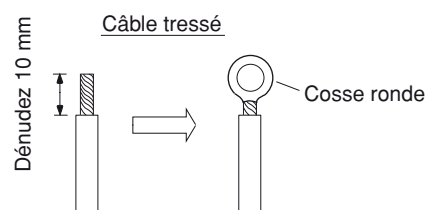

Fig. 30
- (1) Coupez l'extrémité du câble à l'aide d'une pince coupante, puis dénudez l'isolant pour mettre à jour le câble tressé sur environ 10 mm et serrez bien l'extrémité en la torsadant sur elle-même (Figs. 30 et 31).
- (2) En utilisant un tournevis, retirez la ou les vis des bornes sur le bornier.
- (3) En utilisant une pince à sertir ou une pince polyvalente, fixez fermement une cosse ronde sur chaque extrémité dénudée des câbles (Fig. 30).